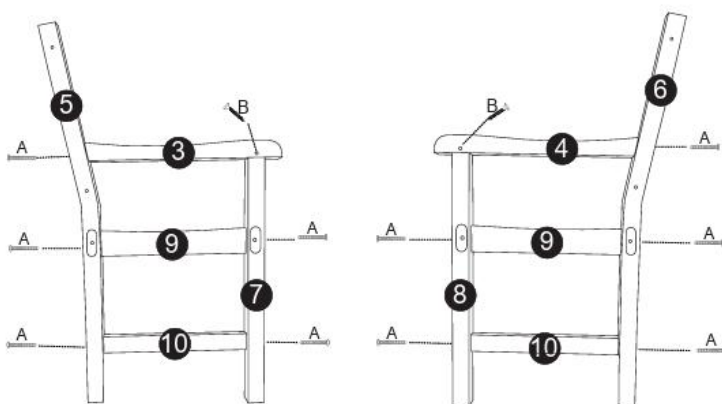

Figure 1-2
ÉTAPE 1 : Verrouillez les vis A et B dans les pieds comme ci-dessous figure 1-2.